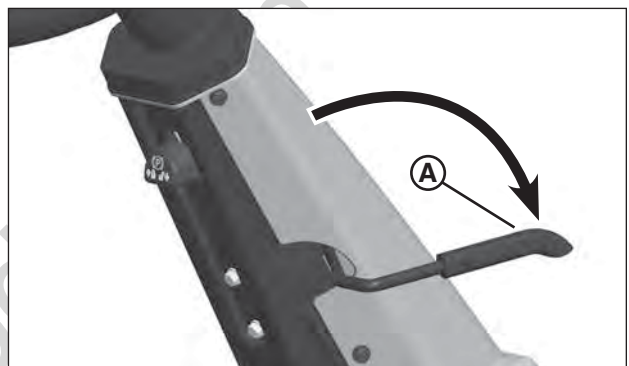

Figure 15: Commande de lame
1. Arrêter la lame de tondeuse en amenant la commande de lame (A, Figure 15) sur la position « ARRÊT ».